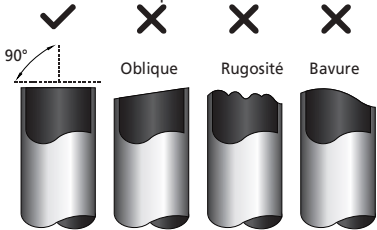

Fig. 5.1
3. Veillez à découper la conduite en respectant un angle parfait de 90°. Reportez-vous à la **Fig. 5.1** pour obtenir des exemples de mauvaise découpe.